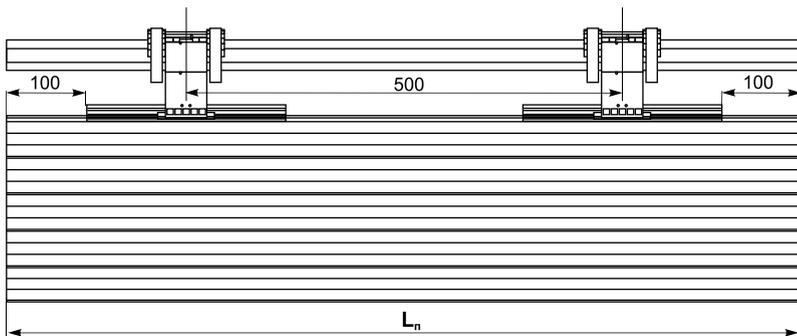

Рисунок 5. Схема расположения ригелей.
- На роллете должно быть установлено минимум два ригеля. Схема расположения ригелей при монтаже представлена на рис.5. Рекомендуемое количество ригелей рассчитывается по следующей формуле: